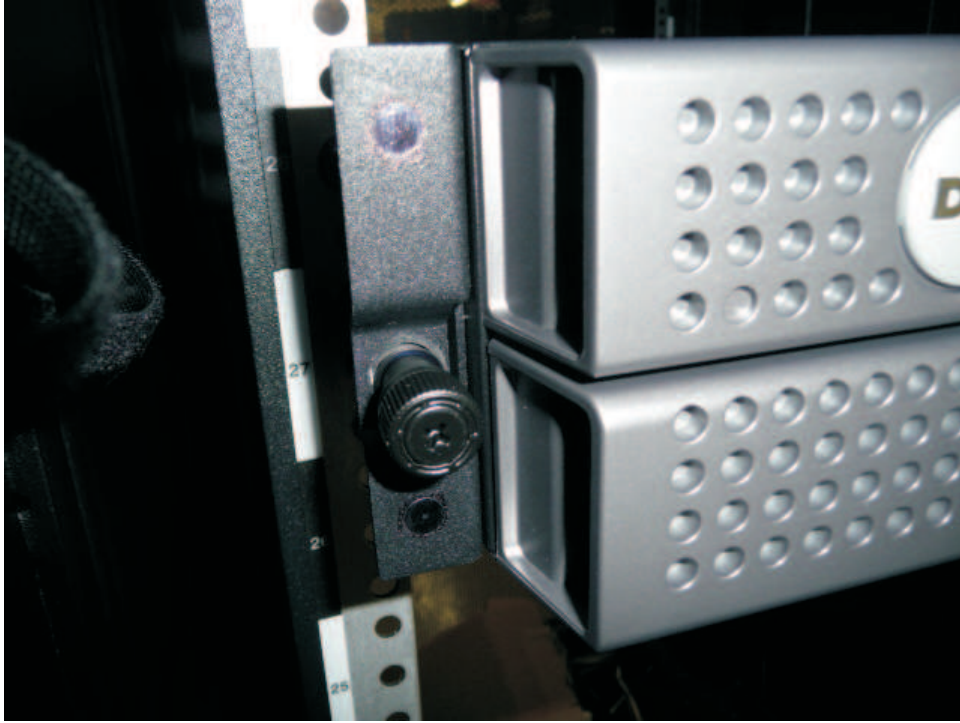
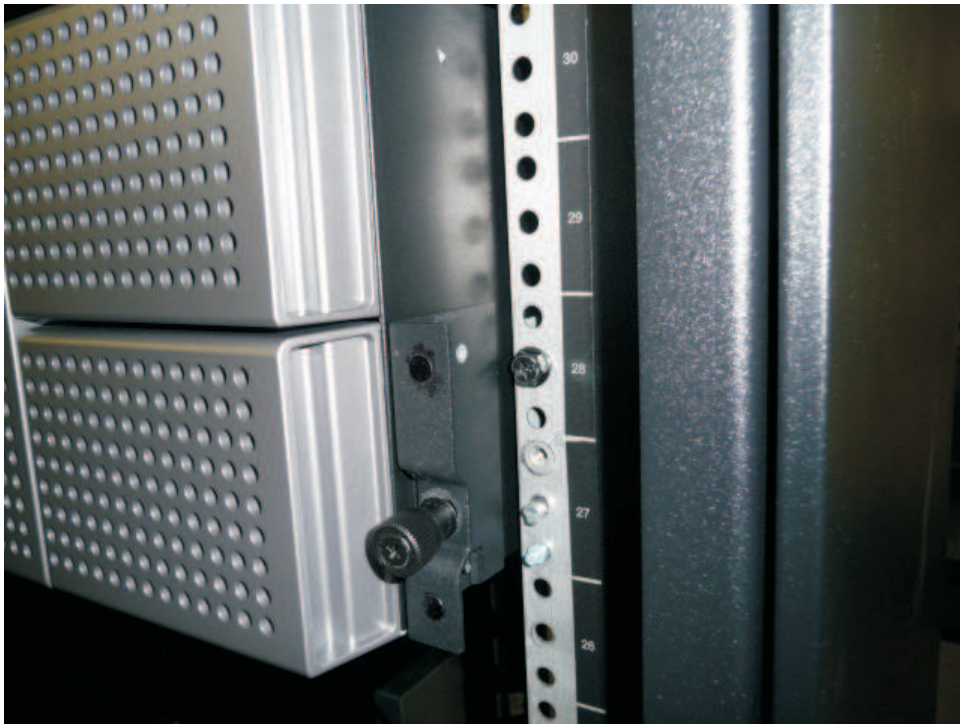

图 33. 将 2U 磁带库滑入机架
图 34. 将 4U 磁带库滑入机架
7. 在安装了磁带库机架固定器和安装支架之后，在导轨上滑动磁带库（如第 48 页的图 33 和第 48 页的图 34 中所示）。轻轻地将磁带库推入机架以锁定安装在磁带库两侧的后部锚点。当磁带库停止时，前安装支架将与垂直机架导轨齐平。